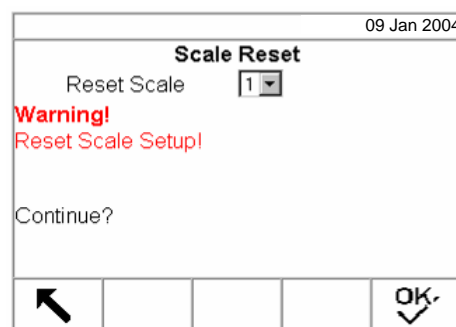

Abbildung 3-14: Bildschirm „Waage zurücksetzen“
5. Drücken Sie die ENTER-Taste, um den Bildschirm „Scale Reset“ (Waage zurücksetzen) aufzurufen (siehe Abbildung 3-14).